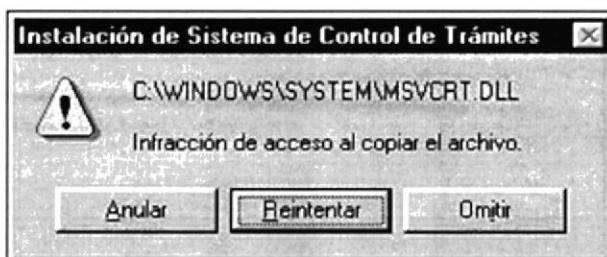

Figura 3.6 Pantalla Instalación del Sistema
**Nota:** Al momento de copiarse los archivos del sistema al disco duro puede que ocurra el siguiente error (ver figura 3.6).